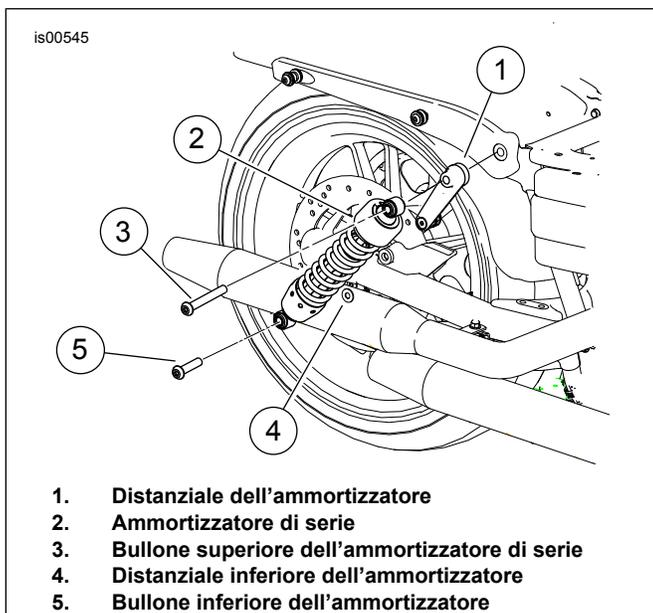

Figura 3. Installazione del terzo punto di ancoraggio
3. Vedere Figura 3. Applicare Loctite 243 al bullone inferiore dell'ammortizzatore (5) del kit e montare l'ammortizzatore sul forcellone con il nuovo distanziale inferiore (4) tra l'ammortizzatore ed il forcellone. Serrare il bullone inferiore dell'ammortizzatore a una coppia di 41–61 N·m (30–45 ft-lbs).